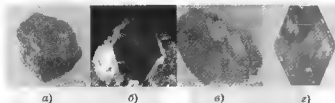
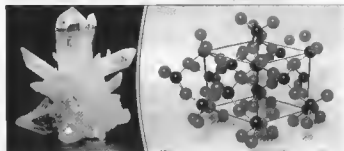

Рис. 15. Разновидности оксида алюминия:
Рис. 16. Кварц — вещество с атомной кристаллической решеткой
Атомные кристаллические решетки имеют не только простые, но и сложные вещества, например, все разновидности оксида алюминия (рис. 15): нефад, корунд, рубин, сапфир. Наиболее распространенное в неживой природе соединение с атомной кристаллической решеткой — это оксид кремния (IV). Почти чистым оксидом кремния (IV) является минерал кварц (рис. 16).